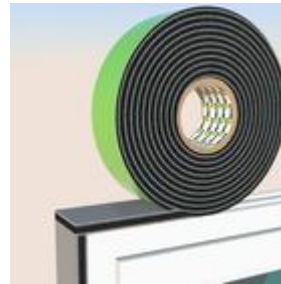

Bild 2 Eckausbildung
- Die Ecken werden stumpf gestoßen (siehe Bild 2). Wir empfehlen eventuelle Fehlstellen an Ecken, Stößen oder Anker mit SP025 Fenster-Folienkleber Öko, SP525 Hochbaufugen Dichtstoff oder SP925 Abdichtungsbeschichtung FLEX abzudichten.
Einbauhinweis Fensterecke: Das Multifunktions-Dichtungsband wird an den Ecken stumpf gestoßen (Bild 2). Fehlstellen in den Ecken, an Stößen und Ankern können mit illbruck SP025 Fenster-Folienkleber Öko, SP525 oder SP925 nachträglich geschlossen werden. Dabei den Kleber über die gesamte Fugentiefe einbringen.